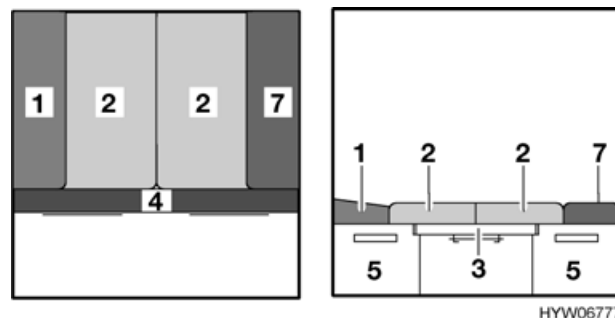

Bild 43 Nach dem Umbau
- Die beiden Sitzpolster (Bild 43,2) in die Mitte legen.
- Das linke Rückenpolster (Bild 43,1) zwischen das Sitzpolster und die Wand schieben.
- Das Zusatzpolster (Bild 43,7) zwischen das Sitzpolster und die Wand schieben.
- Das Zusatzpolster (Bild 43,4) auf die Bettkasten-Verlängerung legen.